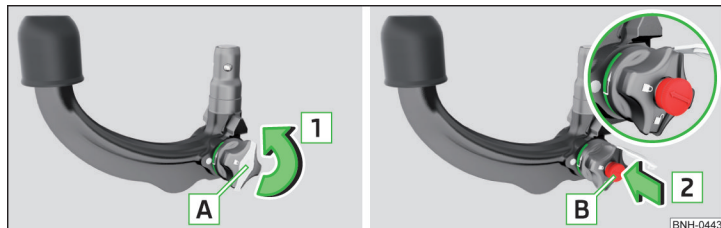

Fig. 215 Detașarea capacului de încuietoare/Introducerea cheii în încuietoare
- › Îndepărtați apărătoarea [A] de pe încuietoare, în sensul săgeții [1] » fig. 215.